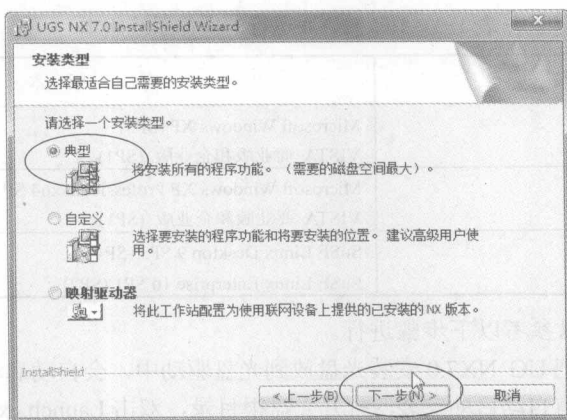

图 1-5 “安装类型选择”对话框
(5) 弹出“安装类型选择”对话框，如图 1-5 所示。选择“典型”，并单击“下一步”。